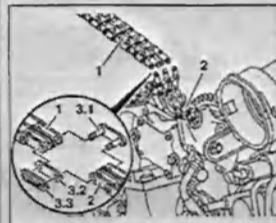

Рис. 3.29. Снимите наружную пластину 3.3, промежуточную пластину 3.2 и соединительное звено 3.1.
13. Снимите наружную пластину 3.3, промежуточную пластину 3.2 и соединительное звено 3.1 (рис. 3.29). Снимите старую цепь 1.